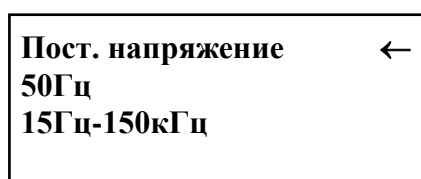

Рис.3
6.4. Подключить сетевой кабель к разъёму на задней панели и к сетевой розетке 220В; 50Гц. Включить испытательный генератор переключателем «СЕТЬ». При этом на дисплее должен появиться текст как на **рис.3**. Если на дисплее возникла надпись «**НЕПРАВИЛЬНОЕ ПОДКЛЮЧЕНИЕ!**», следует выключить генератор и перевернуть сетевую вилку в розетке. Если эта же надпись появилась при повторном включении, необходимо проверить наличие и исправность заземления.
7.2. Включить генератор переключателем «СЕТЬ» и включить питание ТС. После включения генератора на дисплее появляется текст и курсор в виде стрелки в верхней строке (см. **рис.3**). Перемещение курсора по строкам осуществляется при помощи кнопок «↓» и «↑».